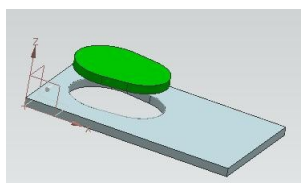

рис.18
- Но как только мы вернемся в проект *cs_model*, мы увидим, что контур нашей пробки изменился соответственно (рис.18).